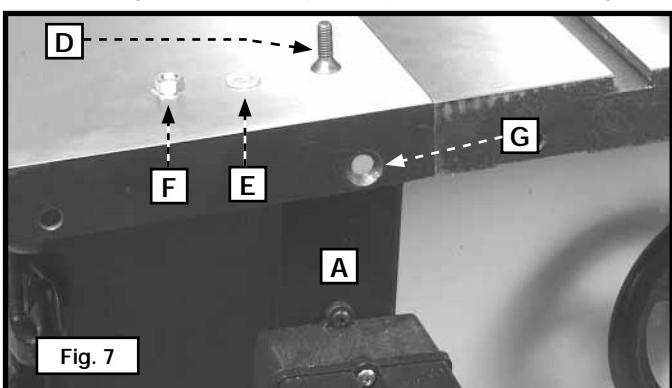

Fig. 7
Las sierras controladas por LVC vienen con la caja del sistema de arranque con conexión eléctrica al interruptor y al motor. Para conectar la caja del sistema de arranque (A) Fig. 7, al gabinete de la sierra:
1. Conecte flojamente el interruptor y el paréntesis (A) Fig. 7 al interior labio anterior de ala de extensión. Meta un 5/16-18 X 1" tornillo de plano-cabeza (D) por el hoyo (G). Coloque una 5/16" arandela plana (E) en el tornillo y lo asegura con una 5/16" nuez de mal de ojo (F).